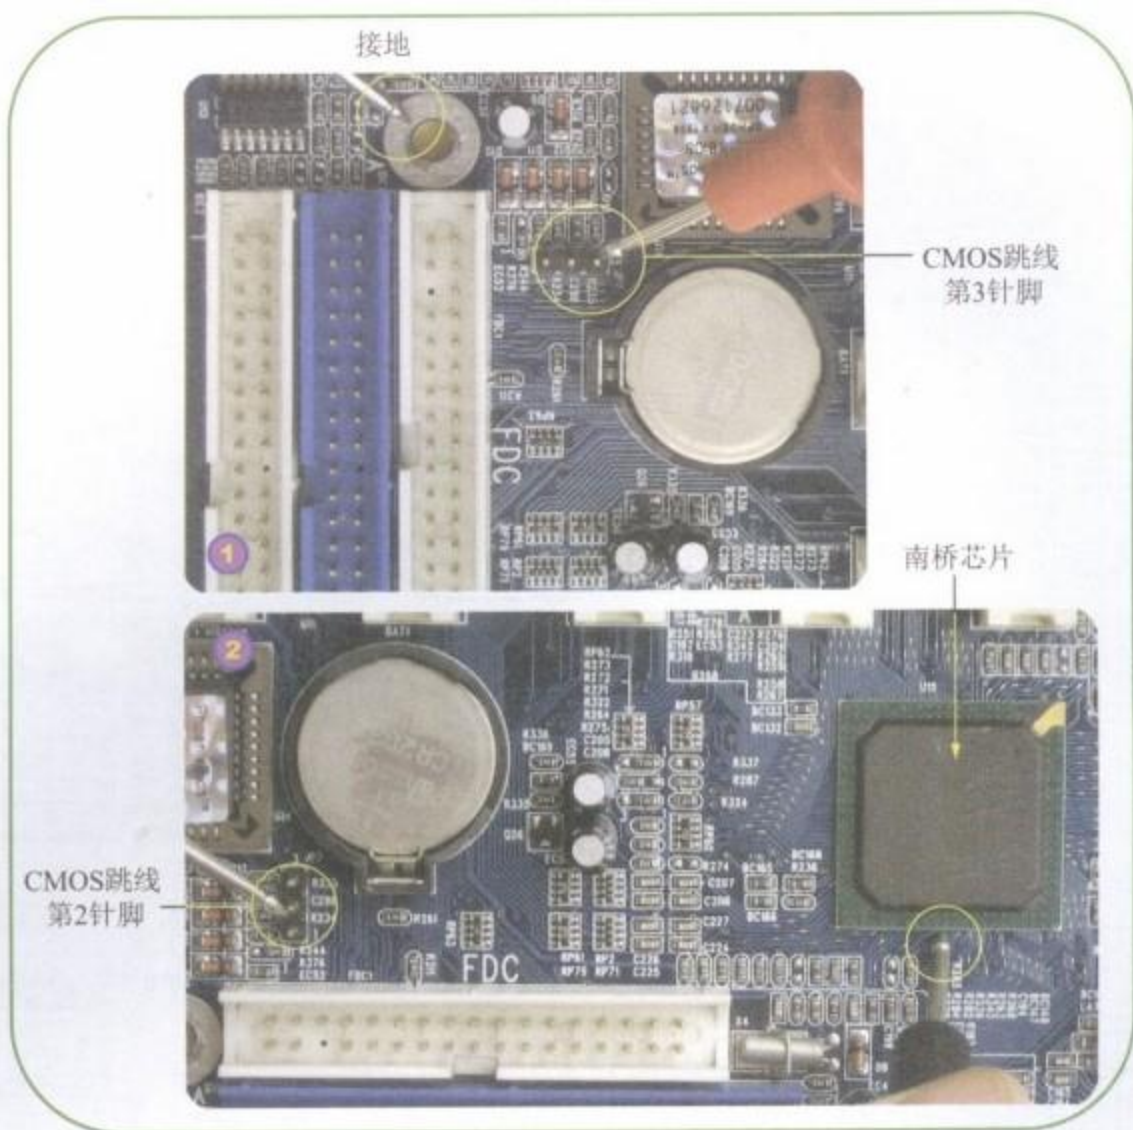

图6-20 测量CMOS跳线的线路
04 测量CMOS跳线第3针脚接地及第2针脚到南桥的线路,如图6-20所示。
Step 08 测量CMOS跳线的第2针脚连接到南桥芯片的线路,请参考图6-20中的第二幅图。